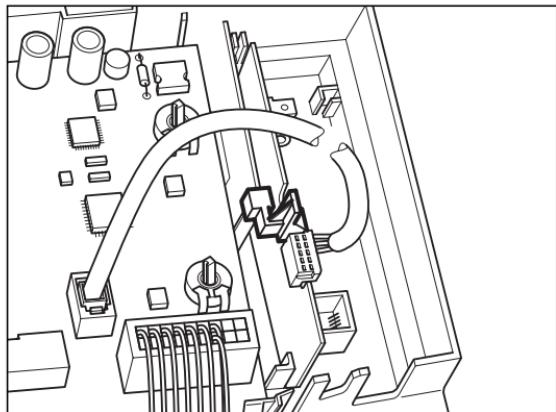

Abb. 4.3 Stabilisierung der Platine mit Clip 1
- Schieben Sie die Platine (1) mit dem Clip in die Aussparung (2) des Schaltkastens.
- Schließen Sie die Busleitung (3) mit dem Randverbinder (4) an der vnetDIALOG-Leiterplatte an.
- Stecken Sie die andere Anschlussklemme der Busleitung in den Steckplatz (5) auf der Leiterplatte des Heizgerätes.
- Bauen Sie die Leiterplatte entsprechend Abb. 4.3 bis 4.5 in den Schaltkasten ein.